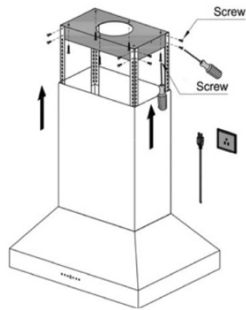

Figure 4
7. Soulevez la hotte pour fixer le poteau de support au cadre supérieur. Utilisez les vis fournies pour fixer. *Figure 4*